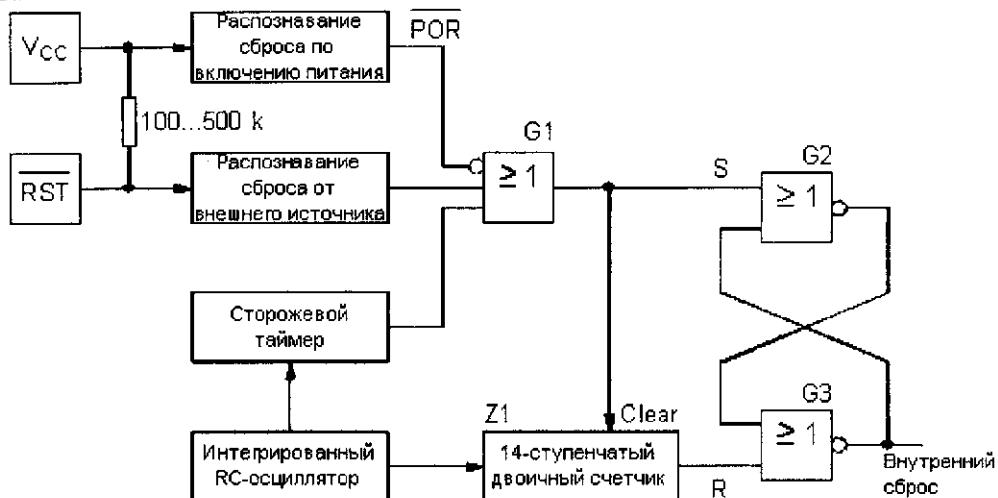
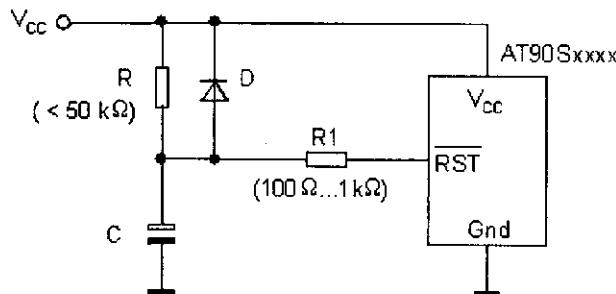
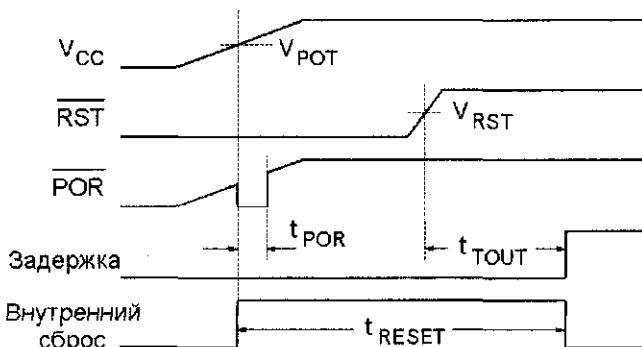

Рис. 3.29. Схема сброса микроконтроллеров AVR
Рис. 3.32. Подключение вывода /RST к схеме с RC-звеном для сброса по включению питания
Рис. 3.34. Фаза запуска микроконтроллера AVR:
Блок-схема, представленная на рис. 3.29, демонстрирует схему сброса микроконтроллеров AVR.
Схема сброса по включению питания (POR — Power-On Reset), показанная на рис. 3.29, обеспечивает сброс микроконтроллера только в том случае, когда рабочее напряжение V_{CC} достигнет минимальной величины V_{POT} (Power-On Threshold — порог включения). Для этого нарастающее рабочее напряжение сравнивается с пороговым напряжением включения V_{POT} . Только в том случае, когда рабочее напряжение превышает напряжение включения V_{POT} , начинается отсчет времени активности сигнала сброса t_{POR} (рис. 3.30).
- Если время нарастания питающего напряжения V_{CC} превышает суммарное время $t_{RESET} = t_{POR} + t_{tout}$, то для сброса при включении питания должна быть применена внешняя схема. Эта схема должна поддерживать низкий потенциал на выводе /RST микроконтроллера до тех пор, пока не будет обеспечено то, что напряжение питания V_{CC} за оставшееся время достигнет своего заданного значения t_{tout} (см. рис. 3.30). Пригодная для этой цели электрическая схема подключения вывода /RST показана на рис. 3.32.
Если в некоторых приложениях требуется длительность сброса по включению питания больше длительности, заранее заданной величинами t_{POR} и t_{TOUT} , то этого можно достичь следующим образом. При включении рабочего напряжения с помощью нажатия кнопки или RC-звена на выводе /RST уже будет установлен уровень лог. 0 (см. рис. 3.32). Счетчик Z1, показанный на рис. 3.29, в этом случае начинает работать только тогда, когда внешний сигнал на выводе /RST переходит в состояние лог. 1 (рис. 3.34). Внешний сигнал сброса в этом случае также активизируется при достижении порогового напряжения включения V_{POR} , однако его длительность можно увеличить до любого значения, увеличив длительность сигнала на выводе /RST.